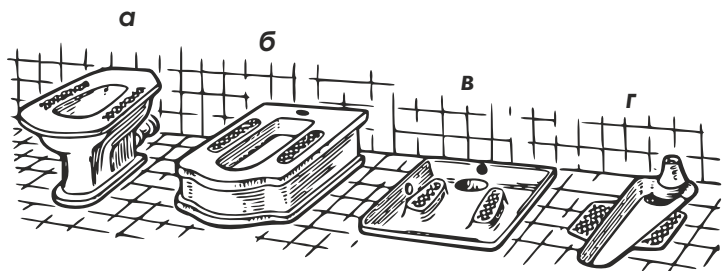

Рис. 36 - Надпідлогові чаші:
**Надпідлогові чаші** (рис. 36) конструктивно аналогічні унітазам, але додатково обладнуються підставками для ніг. Деякі конструкції чаш мають бокові стінки, що надають їм стійкість і міцність. Чаші, які встановлюють в підлозі, виконують у вигляді піддону з випускним отвором і підставками для ніг. Надпідлогові чаші обладнують змивними бачками або змивними кранами. В будівлях, де чаші інтенсивно використовуються (вокзали, аеропорти), застосовують автоматичні змивні бачки.